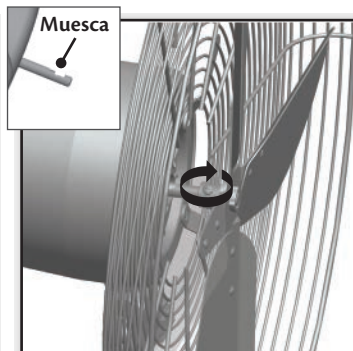

Figura 13
5. Apriete el tornillo en el conjunto de aspas para asegurarlo al motor. Asegúrese de que el extremo del tornillo está colocado dentro de la muesca del eje. Figura 13.